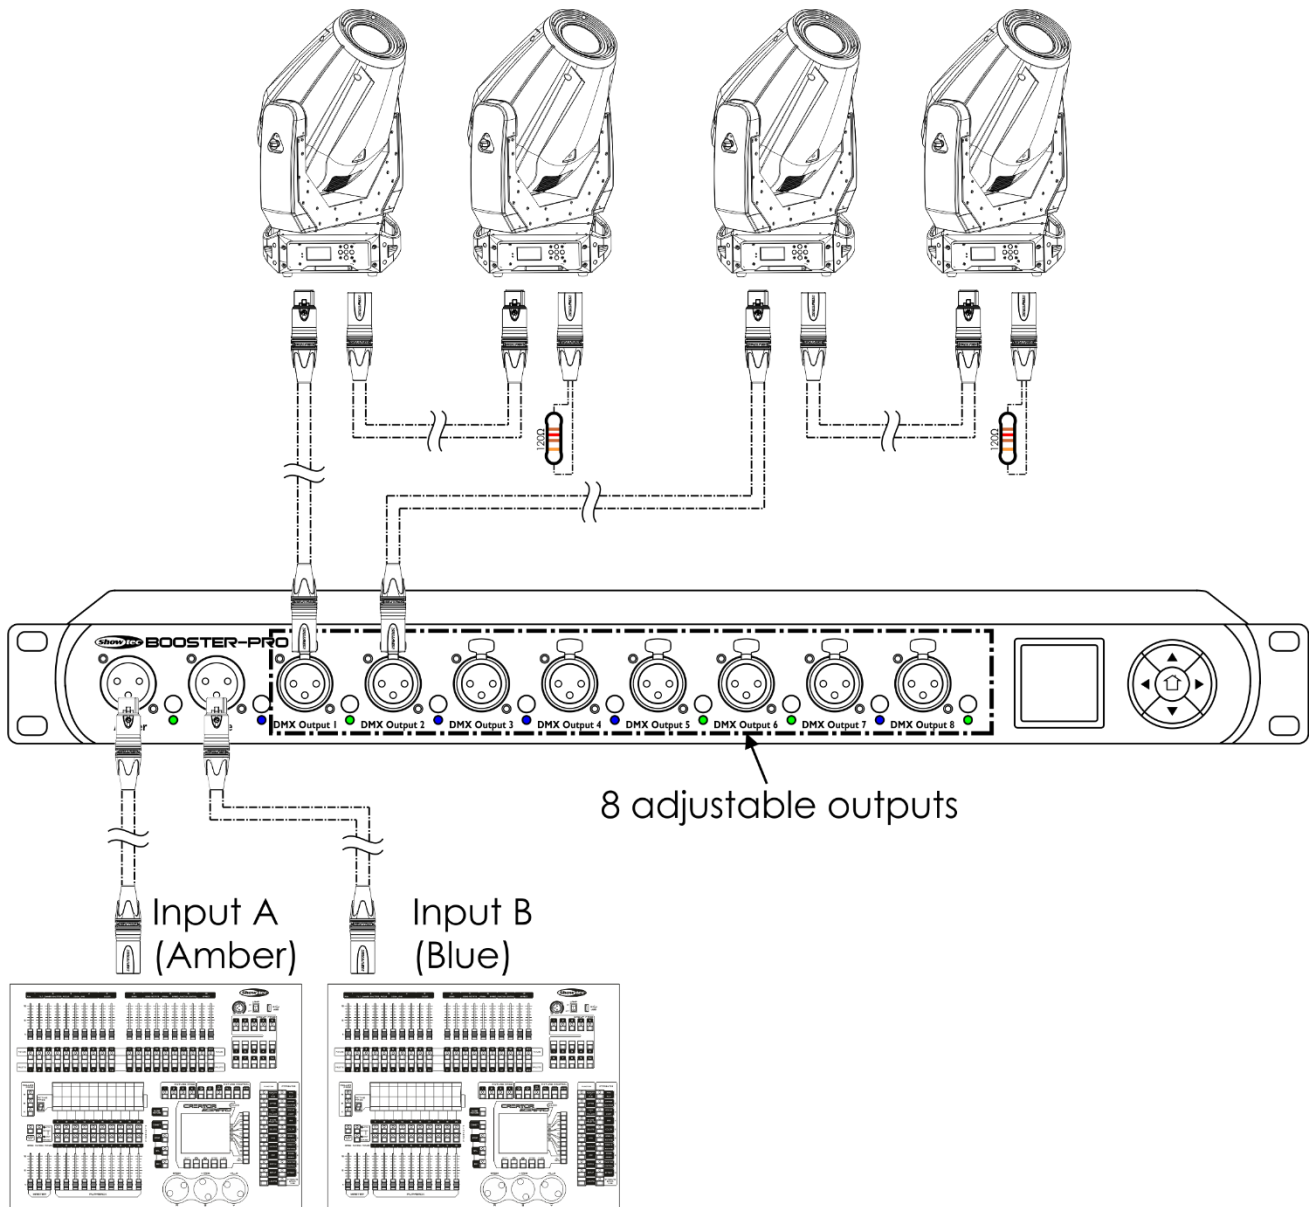

Abb. 04
- 06) Verbinden Sie die Geräte wie in Abb. 04 abgebildet.